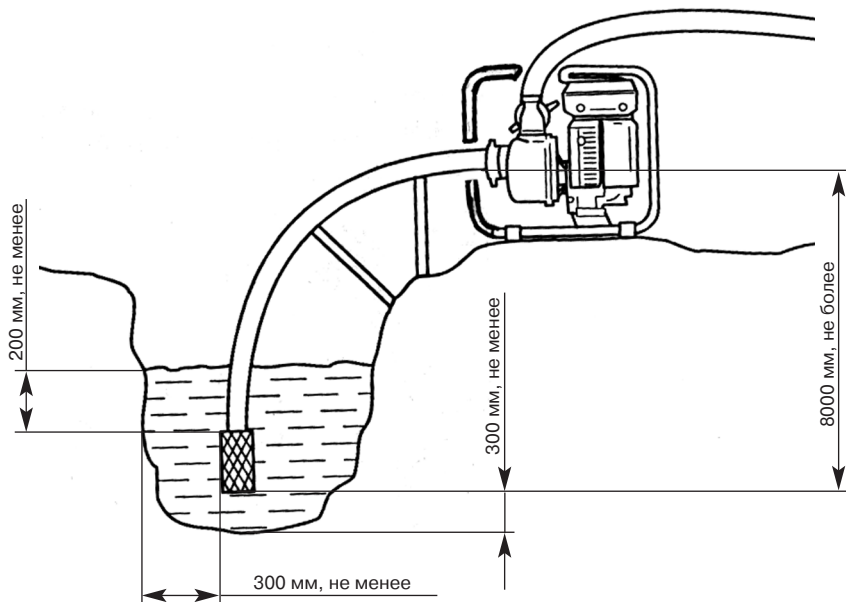

рис. 4
- 6.7. Установить мотопомпу вблизи водоема (емкости); опустить фильтр всасывающего рукава в водоем, обеспечив вертикальное положение фильтра, как показано на рис. 4; отвернуть верхнюю пробку 10; залить через воронку чистую воду до полного заполнения внутренних полостей насоса, напорный рукав у патрубка при этом должен быть выше на 70—100 мм от корпуса насоса. Признаком полного заполнения является отсутствие выхода воздушных пузырьков из корпуса. Плотно от руки заверните пробку 10. Мотопомпу установить на ровную площадку с минимально возможным наклоном относительно горизонтальной поверхности, но не более 10° во избежание поломки двигателя из-за недостаточной смазки.
- установить мотопомпу как показано на рис. 4;